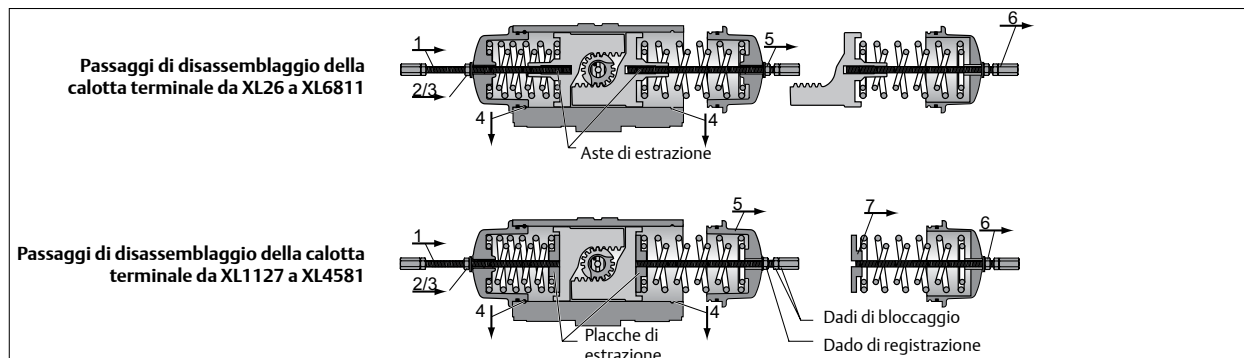

Figura. 4 Disassemblaggio calotta terminale
1. Allentare i dadi di bloccaggio (24) e rimuovere sia i limitatori di corsa (22) che le guarnizioni filettate (23) o le guarnizioni O-ring (23a).
2. Rimuovere l'indicatore (7) dalla sommità del pignone (19) Da XL26 a XL221 utilizzare una chiave per viti Allen da 4 mm. Per dimensioni maggiori, l'indicatore può essere estratto dalla sommità del pignone.
3. Rimuovere sia i bulloni di tenuta (28) che le guarnizioni (29) dalle calotte terminali (21).
- Da XL 26 a XL 681 nei pistoni (20)
- Da XL 1127 a XL4581 nella placca di bloccaggio (20a, vedere anche Figura. 4) fino a quando la corsa si arresta (NON STRINGERE ECCESSIVAMENTE) ed assicurarsi che il dado e la rondella siano rimossi dalla superficie della calotta terminale.
7. Posizionare una chiave sui "dadi di bloccaggio" per impedire di ruotare. Utilizzare un'altra chiave per avvitare i dadi di registrazione di 180° per volta (vedere Figura. 4) in senso orario lungo le aste, fino ad ottenere due giri completi. In questo modo;
- Da XL 26 a XL681 vengono spostati i pistoni (20)
- Da XL 1127 a XL4581 viene spostata la placca di bloccaggio (vedere anche Figura. 4) verso le calotte terminali (21) e le molle vengono compresse. Questa compressione delle molle scarica la forza di compressione e sblocca l'unità SAFEKEY per la rimozione.
10. Dopo aver rimosso entrambe le unità SAFEKEY, utilizzare una chiave per ruotare il pignone, separando i pistoni (20) fino a quando allontanano parzialmente le calotte terminali dal corpo.
- Da XL 26 a XL681 vengono espulsi i pistoni (20), le molle e la calotta terminale
11. Per mantenere intatto il gruppo del pacchetto di molle (Figura. 4), lasciare inserita l'asta di bloccaggio. Per disassemblare il pacchetto di molle, svitare il dado di bloccaggio sull'asta per scaricare la forza di compressione, posizionando allo stesso tempo una chiave sui dadi di bloccaggio per impedire all'asta di ruotare.